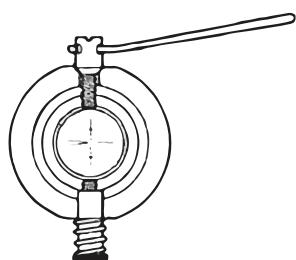

Рисунок 11
Снимите защитный колпачок окуляра (12). Поворачивайте юстировочный винт с помощью шпильки (рис. 11) до тех пор, пока значения b_{2'} и b₂ не станут одинаковыми. Снова наденьте защитный колпачок окуляра.